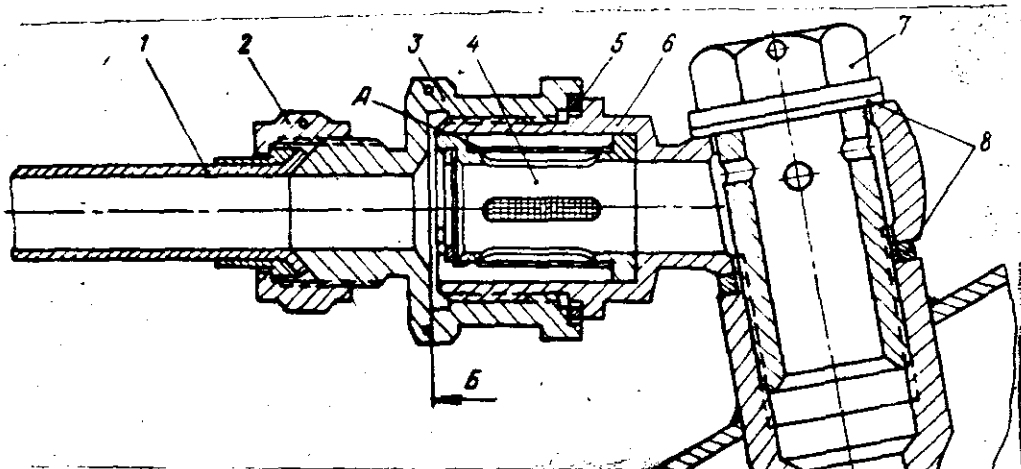

Рис. 29. Замена фильтра в трубопроводе подвода масла на смазку заднего подшипника компрессора и подшипника турбины:
1. Расконтрите гайку 2, штуцер 3 и болт 7 (рис.29).